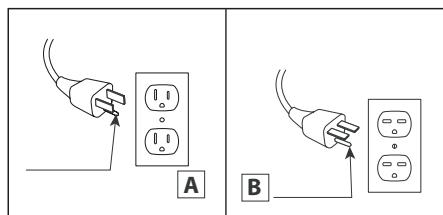

Fig.1
12. Connect to properly grounded outlets only. This heater is for use on 120 volts. The cord has a plug as shown in A on Fig. 1. Do not use a two-prong adapter. Never use with an extension cord or relocatable
12. Conectar solamente a una toma de corriente con conexión a tierra adecuada. Este calentador debe utilizarse con 120 voltios. El cable incluye un enchufe tal como se muestra en la figura A en la Fig. 1. No utilice un adaptador de 2 clavijas. Nunca use un cable de extensión o tomas de alimentación reubicable (enchufes/ regletas).
12. Branchez cet appareil seulement à une prise de courant mise à la terre correctement. Cet appareil de chauffage est conçu pour être utilisé sur un circuit de 120 volts. Le câble est muni d'une fiche, comme illustré dans l'encadré A de la fig. 1. N'utilisez pas d'adaptateur à 2 broches. Ne jamais utiliser avec une rallonge électrique ou une source d'alimentation mobile (prise, bloc multiprise).